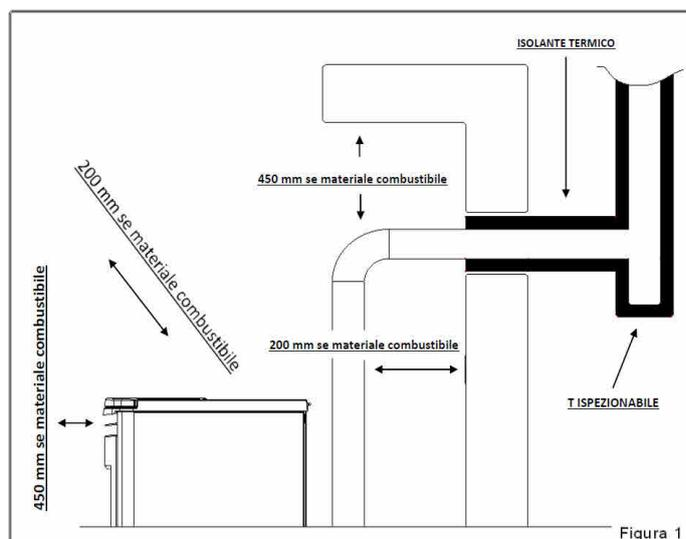

Figura 1
- Togliere il coperchio e i pannelli laterali del bancale (A) ed eliminare gli angolari di protezione (B) (Figura 1).
Il vostro apparecchio è fornito di una maniglia per aprire e chiudere la porta focolare (Figura 1) e quindi per poter procedere alle operazioni di pulizia (vedi paragrafo dedicato). Quando non è utilizzata, la maniglia può essere riposta sul retro dell'apparecchio come indicato in Figura 2.